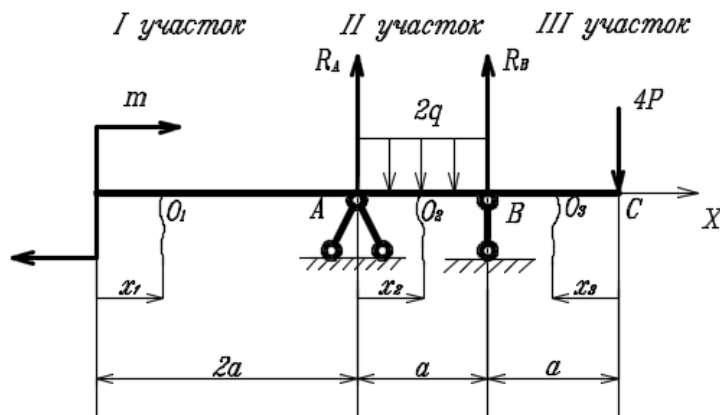

Рис. 2- Расчетная схема нагружения бруса. Эпюры ВСФ.
- Построить эпюру внутренних силовых факторов (ВСФ) (рис.2)